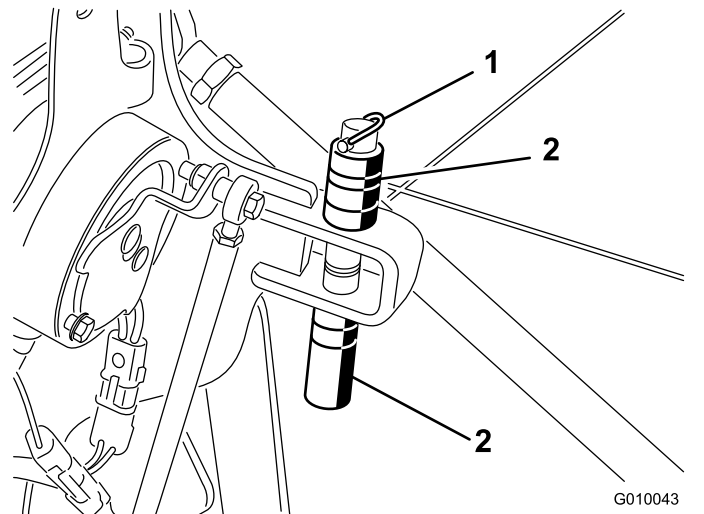

図 29
- スペーサと深さピンを止めているリンチピンを外す **図 29**。